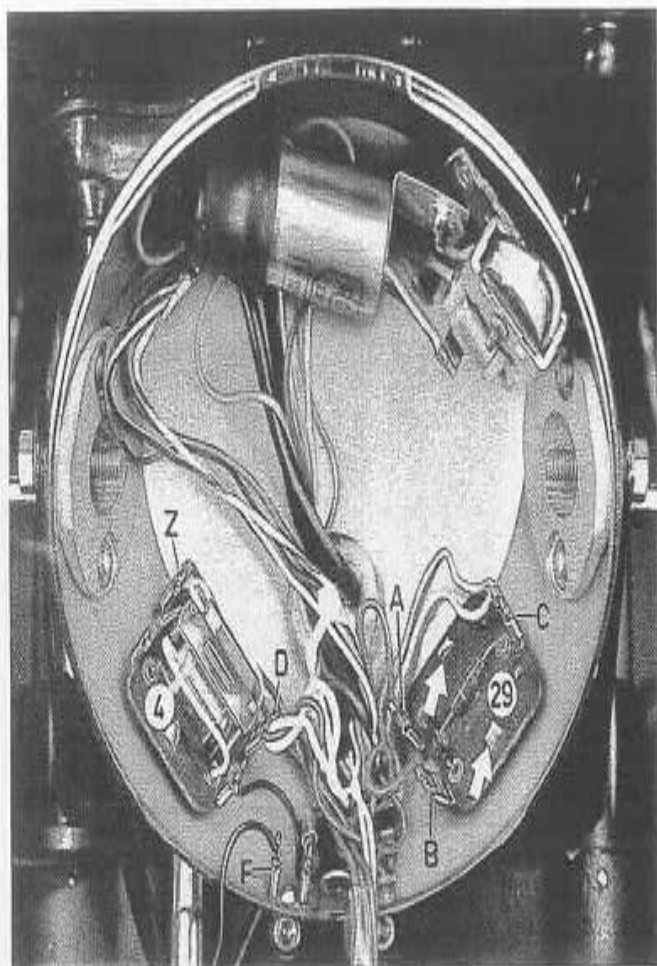
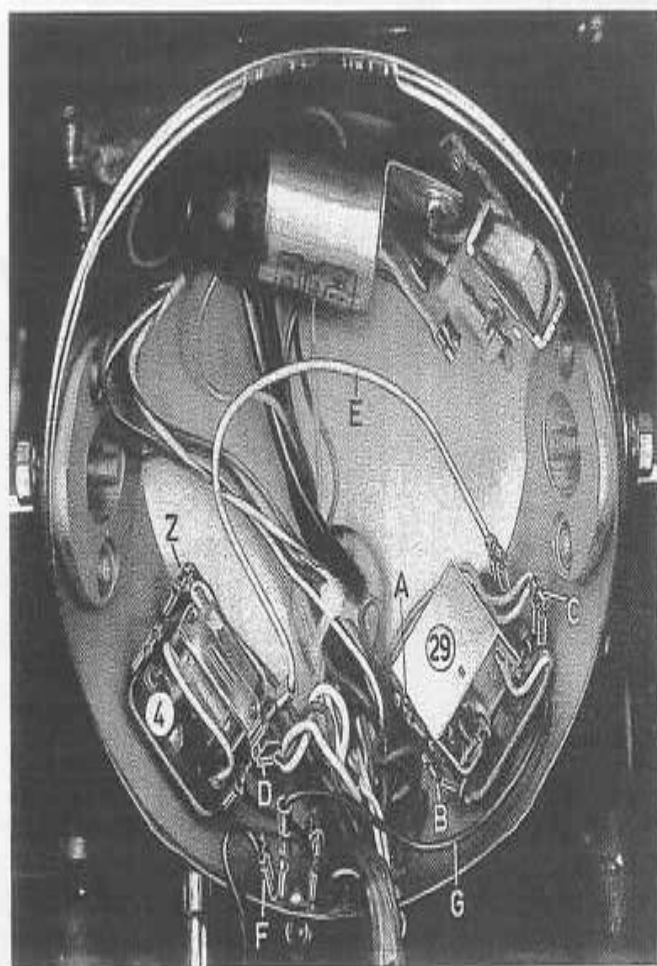

Fig. 117
Fig. 118
- distaccare il dispositivo 29, i 2 faston A e B dei due fili Verdi ed il Faston C dei due fili Viola ed Azzurro collegati assieme (vedi schemi elettrici e fig. 117).
- raddrizzare con le pinze le due lamelle di fissaggio indicate con le frecce e smontare il dispositivo 29 che non verrà più utilizzato (vedi fig. 117).
- montare il nuovo relais ns./cod. 0960.38.223 al posto del dispositivo 29, fissarlo ripiegando le due lamelle sopra citate (vedi fig. 118).
- distaccare dal relais 4 (vedi fig. 117) il faston con i tre fili (Bianco, Giallo e Marrone, collegati assieme) e collegare a questo punto D il filo bianco E che viene dal nuovo relais 29 (vedi fig. 118).
ATTENZIONE! Nelle moto in cui i 3 fili (Bianco, Giallo e Marrone) sono collegati al punto Z anziché al punto D (vedi fig. 118) agire esattamente come descritto al paragrafo f, collegando al punto Z il filo bianco ed i relativi tre fili precedentemente distaccati.
- from transducers 29, disconnect the two lucars A and B of the two Green wires and the lucar C of the two Violet and Blue wires connected altogether (see the electric schemes and fig. 117).
- straighten with pliers the two fixing strips shown by the arrows and remove transducers 29, to be no more utilised (see fig. 117).
- fit the new relay code no. 0960.38.223 in place of transducer 29, fix it bending the two above strips (see fig. 118).
- disconnect from relay 4 (see fig. 117) the lucar with the wires (White, Yellow and Brown connected altogether) and connect to this position D the White wire E coming from new relay 29 (see fig. no. 118). The detached lucar must be connected to the same terminal by means of the double lucar connected to the White wire E.
BEWARE! In the motorcycles where the three wires (White, Yellow and Brown) are connected to the position Z rather than position D (see fig. 118) act exactly as described at paragraph f, connecting at position Z the White wire and the three wires previously detached.
g) collegare il faston con due fili Viola ed Azzurro al morsetto C del nuovo relais 29 (vedi fig. 118).
h) staccare dalla massa del faro il faston col filo Nero F (vedi fig. 117) e collegare il filo Nero G del nuovo relais. Al doppio faston di questo filo Nero G (vedi fig. 118) dovrà essere collegato il filo Nero F distaccato in precedenza.
g) connect the lucar with the two Violet and Blue wires to the terminal C of the new relay 29 (see fig. 118).
h) disconnect the lucar with Black wire F (see fig. 117) from the headlight mass and connect the Black wire G of the new relay. The double lucar of this Black wire G (see fig. 118) must be connected to the Black wire F previously detached.